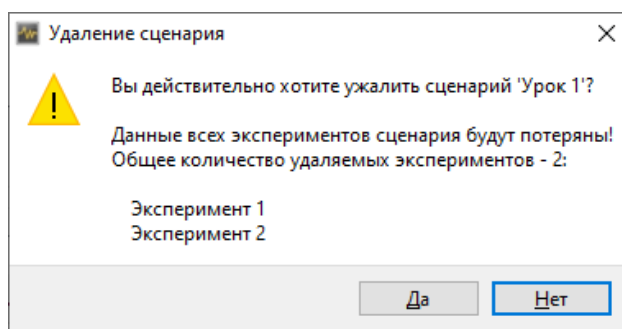

Рис. 3.2: Предупреждение при удалении эксперимента
-  “Удалить сценарий”. По этому действию происходит полное удаление сценария и всех результатов проведенных экспериментов в соответствии с данным сценарием. Перед выполнением этого действия будет выдано предупреждение о результатах действия (рисунок 3.2) и только после подтверждения будет выполнено удаление.